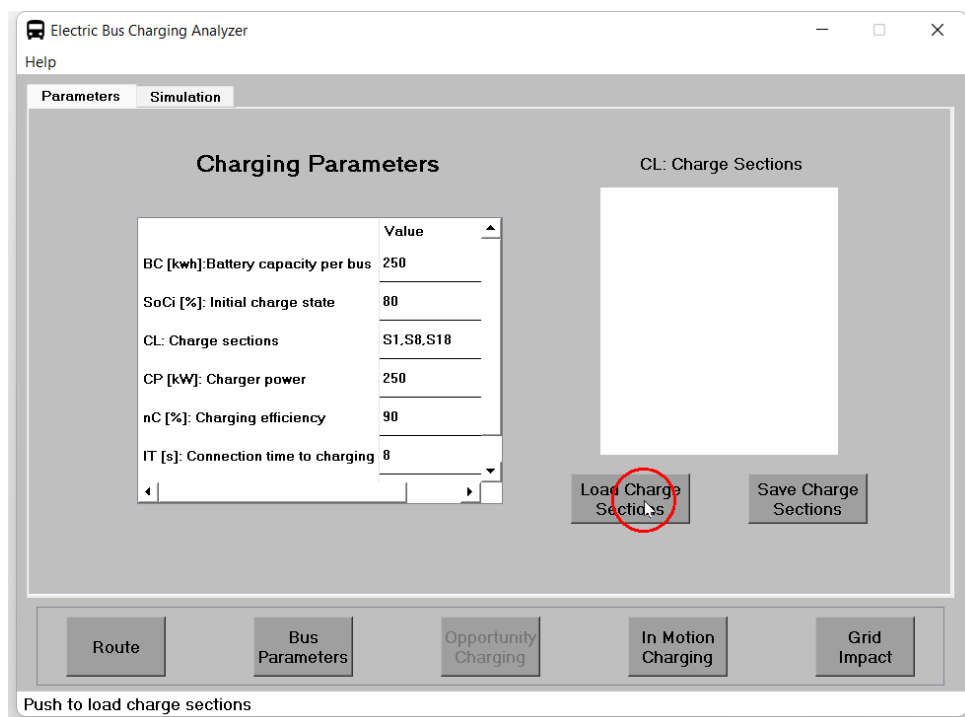
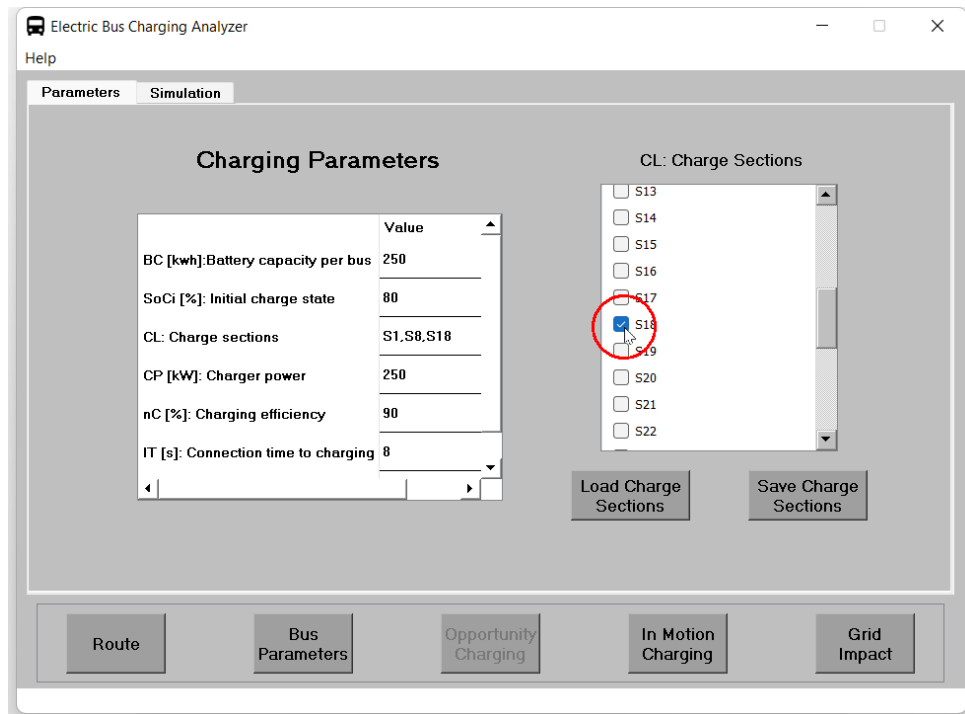

Figura 26: Cargar paradas para selección de posición de cargadores.
Figura 27: Selección de paradas para posicionamiento de cargadores.
1. Se deben cargar las paradas de la ruta, por lo que se presiona el botón **Load Charge Sections** como se muestra en la figura 26 para poder seleccionar las posiciones de los cargadores. Luego, se seleccionan las paradas donde se desean posicionar los cargadores tal como se muestra en la figura 27 y se definen los parámetros de la tabla.